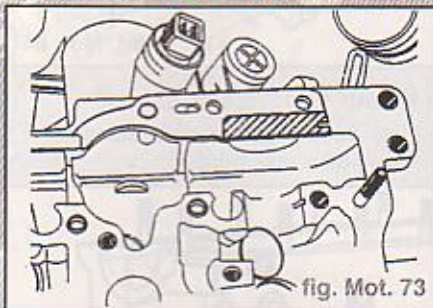

fig. Mot. 73
- Remplacer le joint métal-caoutchouc du dispositif de distribution variable ou du tendeur de chaîne et enduire légèrement la zone hachurée de produit d'étanchéité **"D 454 300 02"** (fig. Mot. 73).